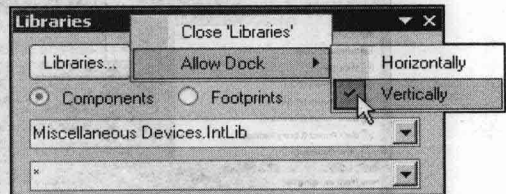

图1-22 选中【Vertically】
- (2) 选中【Allow Dock】/【Vertically】选项，如图 1-22 所示。